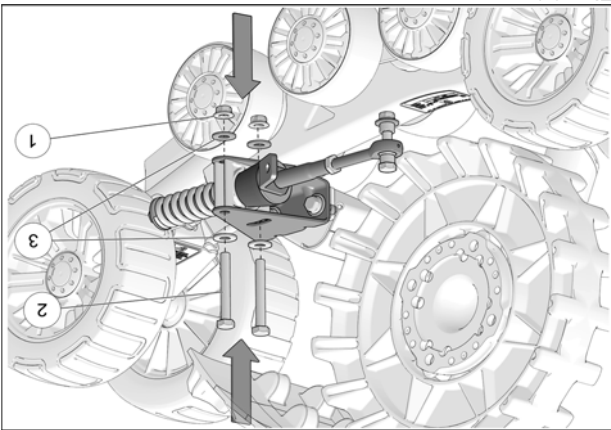

Fig. 21
6. Réinstaller les boulons (2), les rondelles (3) et les écrous (1) qui fixent les bras stabilisateurs aux systèmes avant. Voir la Fig. 21